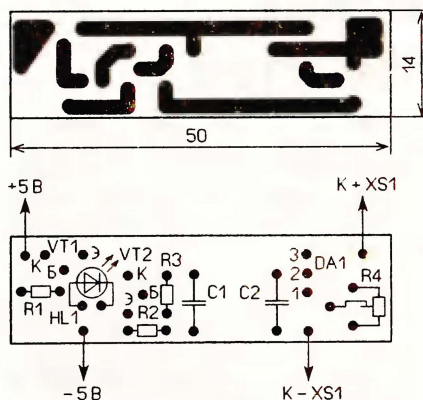
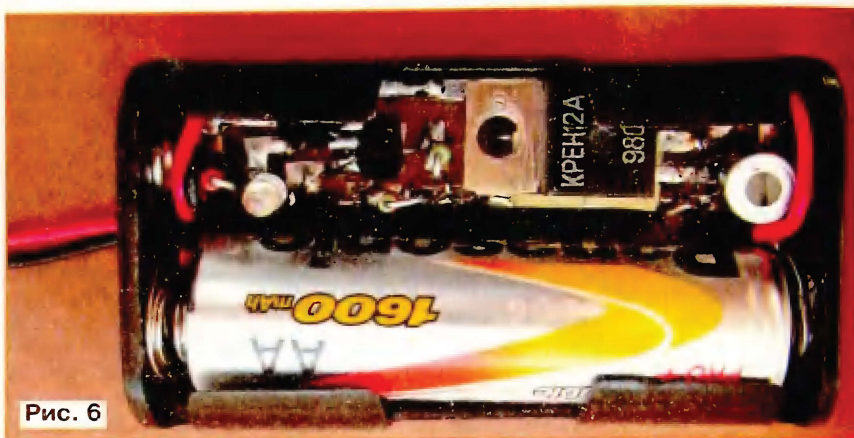

Рис. 5
Рис. 6
1...1,5 мм, чертеж которой показан на рис. 5. Ее длина и ширина соответствуют размерам аккумулятора типоразмера AA. Это позволило применить в качестве корпуса держатель (батарейный отсек) на два элемента соответствующего размера, разместив плату на месте одного из них (рис. 6). Для ЗУ на два аккумулятора необходимо изготовить еще одну аналогичную плату и применить батарейный отсек на четыре элемента и т. д.